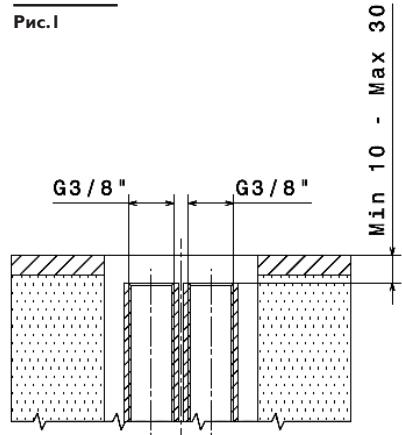

Рис. 2
- закрепления колонны смесителя (рис.2).